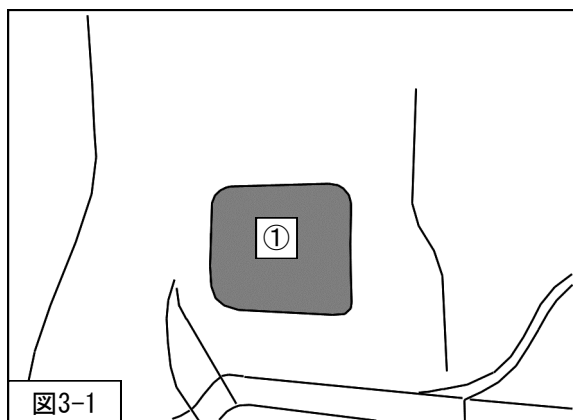

図3-1
を取外してください。(図3-1)
- 7. ①内装を車両に取付けてください。(図3-1)